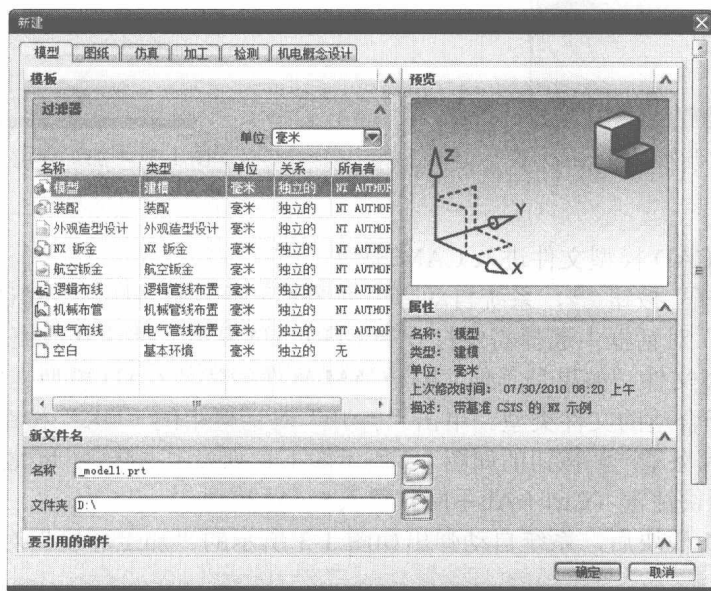

图 1-1 “新建”对话框
① 单击“新建”按钮 ，系统自动弹出如图 1-1 所示的“新建”对话框。